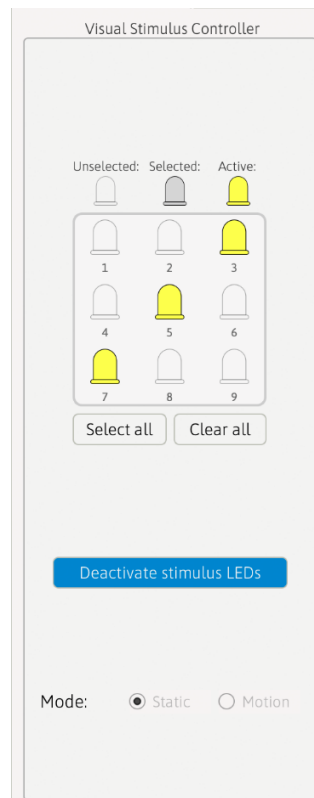

Figure 38. Contrôleur de stimulus visuel.
d. Contrôleur de stimulation visuelle (**Fig. 38**).